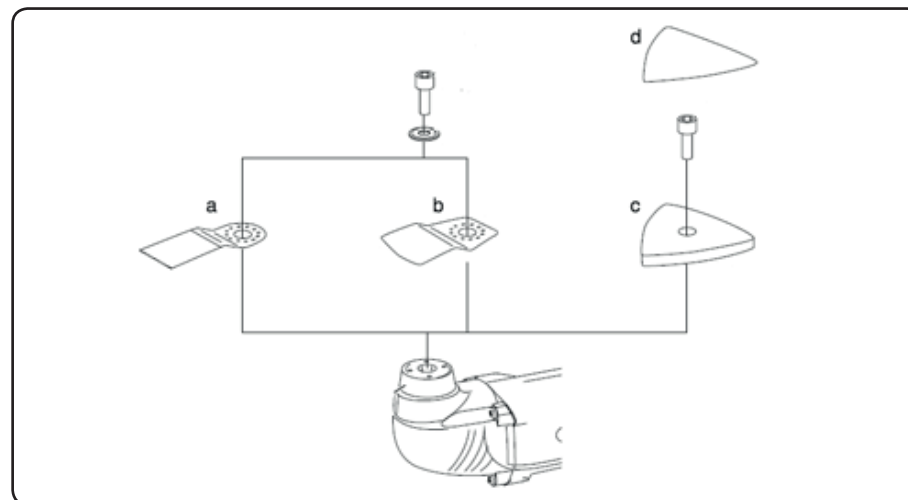

Abb.8
- Das Werkzeug wird nach dem Aufsetzen mit einer Spannunterlage und Befestigungsschraube mithilfe eines Sechskantschlüssels befestigt. Zur Sicherung der Delta-Schleifplatte wird nur die Befestigungsschraube ohne Spannunterlage benutzt, siehe Abb. 8.